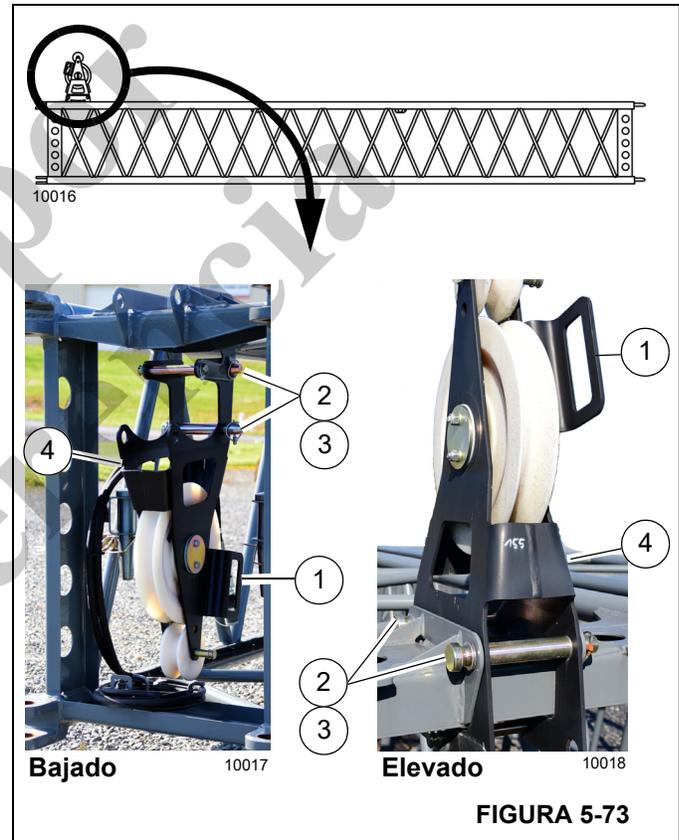

FIGURA 5-73
- a. Sostenga el mango (1, Figura 5-73) y retire las pinzas de retención (2) y los pasadores (3).
- b. Coloque el conjunto de la polea del mástil (4) en la posición de bajada. Alinee los orificios.
- c. Instale los pasadores (3). Fije con las pinzas de retención (2).